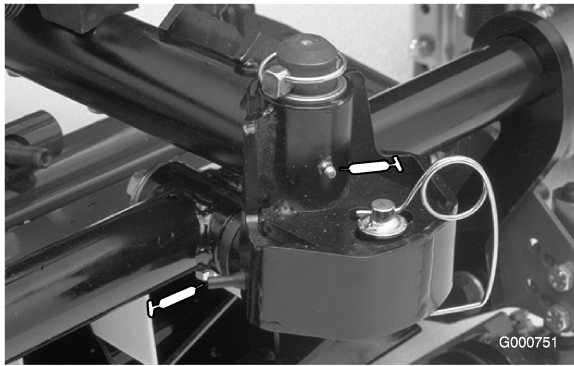

図 29
- ・ カuttingユニットのキャリア・フレームとピボット（各2）（図 29）